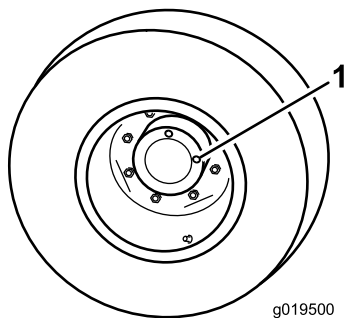

図 85
1. 水平な床面で、点検プラグ 図 85 の 1 つが時計の 12 時を指し、もうひとつが 3 時を指すようにマシンを駐車する。
2. 3 時の位置にあるプラグを外す 図 85。オイルが点検穴の下ふちまであれば適正である。